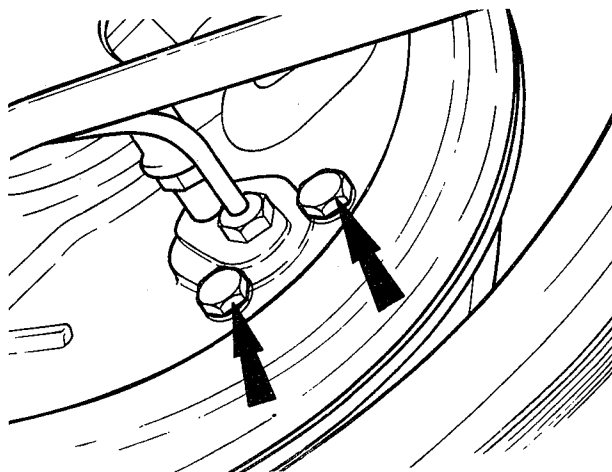

fig. 32
3. Remover os dois parafusos de fixação do cilindro e retirá-lo, a seguir, juntamente com o anel vedador (fig. 32)